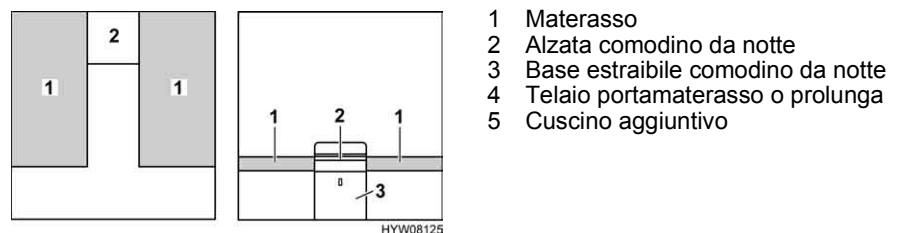

Fig. 134 Prima della trasformazione
- Rimuovere l'alzata del comodino da notte (Fig. 134,2) e metterla da parte.